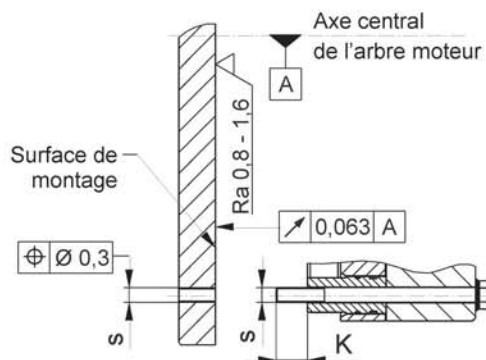

Fig. 5
- ❑ Dans le cas des exécutions pour moyeu, les ajustements arbre/alésage du moyeu (10) sont à déterminer de façon à éviter tout élargissement de la denture du moyeu (10). Ceci conduirait à un blocage du rotor (3) sur le moyeu (10) et occasionnerait des dysfonctionnements du frein. Ajustement arbre/moyeu conseillé H7/k6. Dans le cas où le moyeu (10) est chauffé pour faciliter l'assemblage, retirer auparavant le joint torique (11) et le replacer après le montage du moyeu. Ne pas dépasser une température d'assemblage maximale admissible de 200 °C.
- ❑ Le diamètre de l'arbre, le couple transmissible, et les conditions de fonctionnement sont des facteurs importants pour le dimensionnement d'une liaison à clavette. Pour cela, l'utilisateur doit connaître les données nécessaires ou bien les déterminer en fonction des bases de calcul de la norme DIN 6892. Pour le calcul, appliquer une qualité de moyeu de $Re = 300 \text{ N/mm}^2$. La clavette doit porter sur toute la longueur du moyeu (10).
- ❑ Respecter les dimensions de montage et les taraudages de fixation s d'une profondeur $K + 2 \text{ mm}$ ($K =$ saillie de la vis) indiqués dans le catalogue ou le plan d'assemblage respectif (fig. 5).